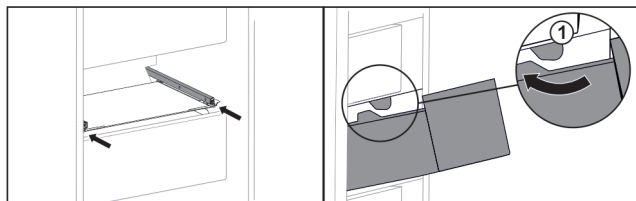

Fig. 149
- ▶ Preved'te zásuvku okolo zarážok Fig. 149 (1).